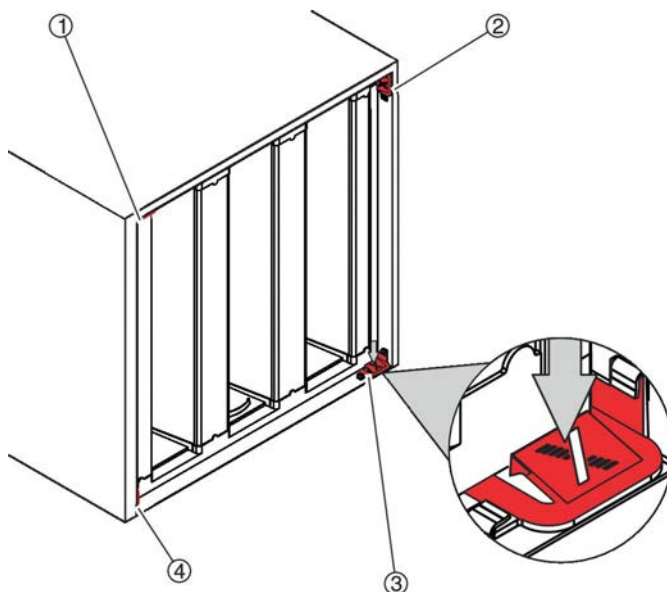

Fig. 24: Desserrage des fixations à ouverture rapide
4. ▶ Presser les fixations à ouverture rapide vers le bas (Voir la Fig. 24/1 à 4).